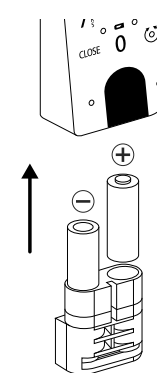

Fig. 9
- 4 Pressione o teclado contra a parede por cerca de um minuto (Fig. 9).
3 Insira duas pilhas novas. Preste atenção à polaridade correta de acordo com o desenho à direita (Fig. 9).